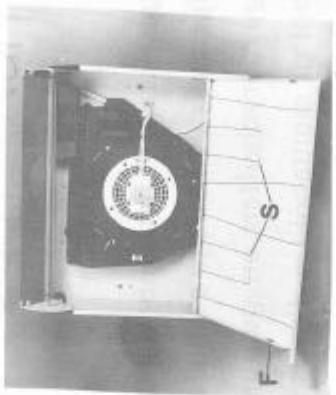

Fig. 3
- Entfernen sie das Gitter, indem sie den Sperrriegel F betätigten (Abb. 3).
Lösen Sie die Fettfilterhalter, indem Sie den Sperrriegel „F“ betätigten (Um dem Fettfilterhalter vollkommen herauszuziehen, lassen Sie ihn nachdem Sie ihn geöffnet haben, nur auf einer Seite nach vorn gleiten. Bis sich der Sitz aus der Ose befiebt (Abb. 3). Entfernen Sie die Halterklamm „S“ der Fettfilterbefestigung und ziehen Sie die Fettfiltermatte aus dem Fettfilterhalter. Es ist ratsam, beim Auswechseln der Fettfiltermatte auch den Fettfilterhalter mit lauwarmem Seifenwasser abzuwaschen.